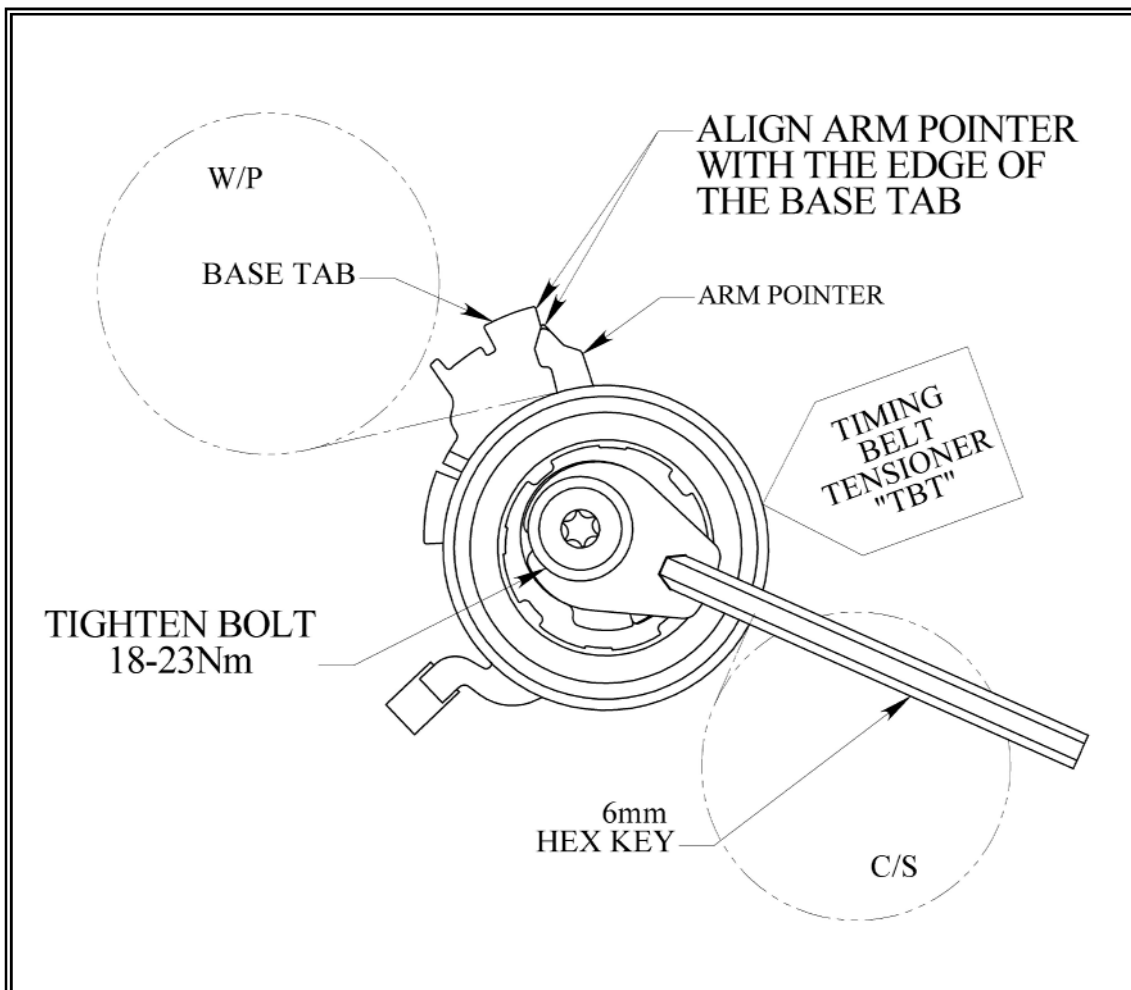

Bild 8: Armzeiger auf den äußersten rechten Rand der Skala einstellen
8. Drehen Sie den Installationsschaft weiter bis der Armzeiger mit der äußersten rechten Seite der Einstellflasche des Spannerarms übereinstimmt. Die Spannrolle wird in dieser Position befestigt, in dem die TORX Schraube mit 18 \geq 23Nm Drehmoment angezogen wird (siehe Bild 8).